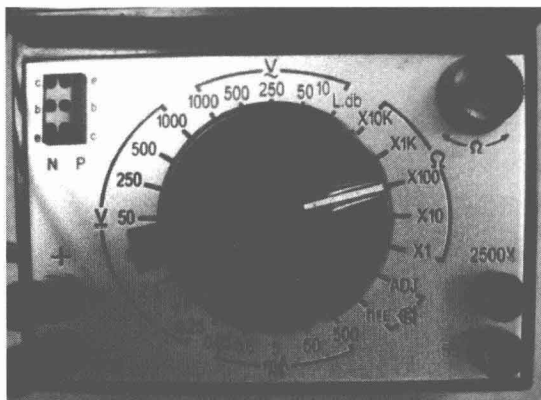

图 1-8 指针万用表的电阻挡位
(1) 用指针万用表判定电阻的好坏
① 选择测量挡位，再将倍率挡旋钮置于适当的挡位，一般 100Ω 以下电阻器可选 $R \times 1$ 挡， $100\Omega \sim 1k\Omega$ 的电阻器可选 $R \times 10$ 挡， $1 \sim 10k\Omega$ 电阻器可选 $R \times 100$ 挡， $10 \sim 100k\Omega$ 欧姆的电阻器可选 $R \times 1k$ 挡， $100k\Omega$ 以上的电阻器可选 $R \times 10k$ 挡，如图 1-8 所示。